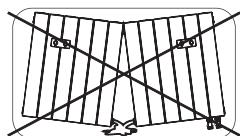

рис. 2
- Для монтажа радиаторов с числом секций до 12 используйте 2 кронштейна, для 12 и более 3 кронштейна. Кронштейны располагаются сверху (рис. 2).